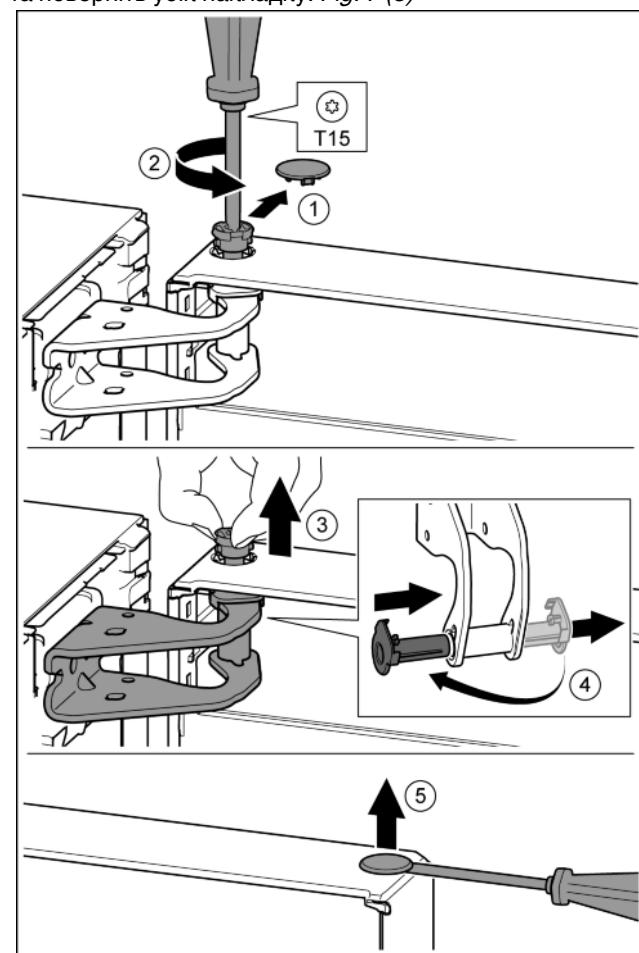

Fig. 8
- Обережно зніміть запобіжну кришку. Fig. 8 (1)
- Трохи викрутіть гвинт за допомогою викрутки T15. Fig. 8 (2)
- Притримуйте дверцята і витягніть палець руками. Fig. 8 (3)
- Витягніть із напрямної опорну втулку. Встановіть і зафіксуйте з іншого боку. Fig. 8 (4)
- За допомогою шліцевої викрутки обережно підійміть пробку із опорного втулка дверцят та витягніть її. Fig. 8 (5)